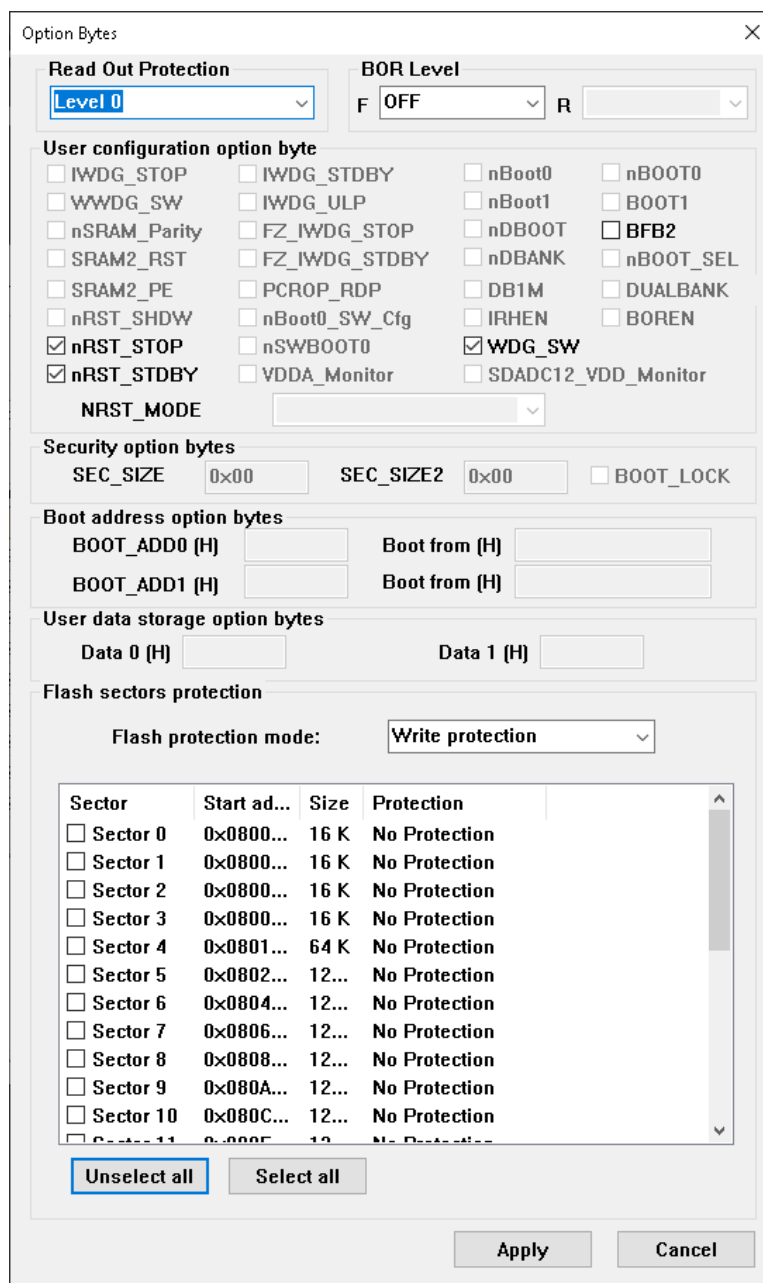

Рисунок 3- Окно программы STM32 ST-LINK Utility
- 4.3 В окне программы зайдите в меню «Target > Option Byte» и выберите там настройку «Level 0» (рисунок 3), затем нажмите «Apply».